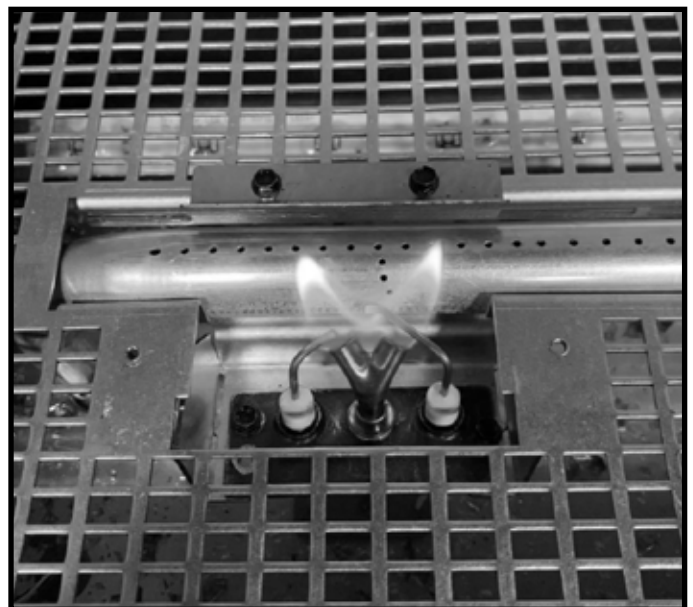

Figure 4.18 Comportement de la flamme de la veilleuse IPI
- Inspectez la qualité du comportement de la flamme de la veilleuse. Voir la figure 4.18 pour le schéma de la flamme de la veilleuse. Nettoyez ou remplacez la tête d'injecteur à filetage mâle si nécessaire.